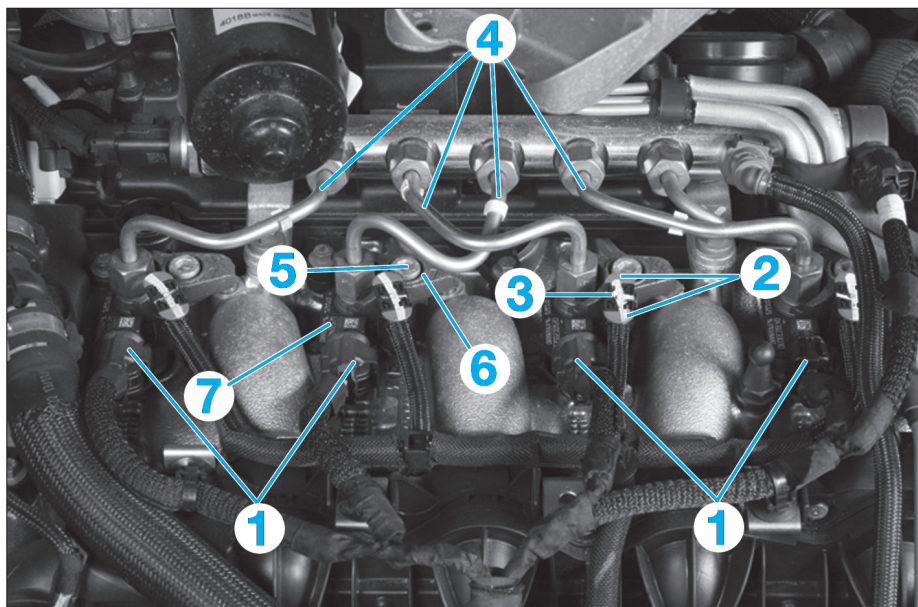

Fig. 41
- Débrancher les connecteurs (1) des injecteurs (Fig.41).
- maintenir les ailettes (2),
- soulever le verrou (3),